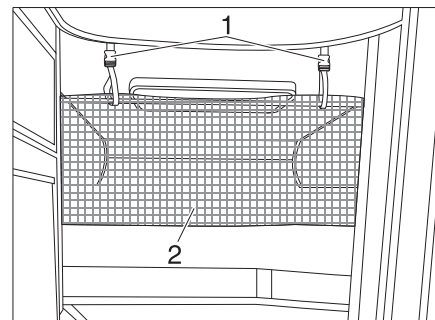

Bild 163 Skyddsnet
Skyddsnetet (Bild 163,2) är standard. Det ligger mellan madrassen och ribbotten. Skyddsnetet ska först monteras när personen som ska sova där befinner sig i sängen.
- Haka fast fästbanden (Bild 163,1) i hållarna i taket.
Skyddsnet Skyddsnetet (Bild 163,2) ligger standardmässigt mellan madrassen och ribbotten. Skyddsnetet ska först monteras när personen som ska sova där befinner sig i sängen.
Hänga upp: ■ Haka fast fästbanden (Bild 163,1) i hållarna i taket.